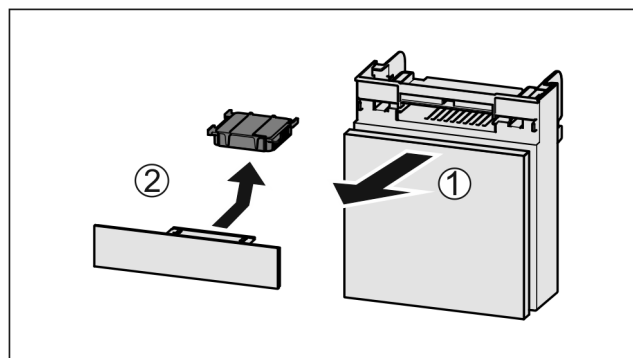

Fig. 148
- Fach nach vorne herausziehen Fig. 148 (1).
- Aktivkohlefilter entnehmen Fig. 148 (2).